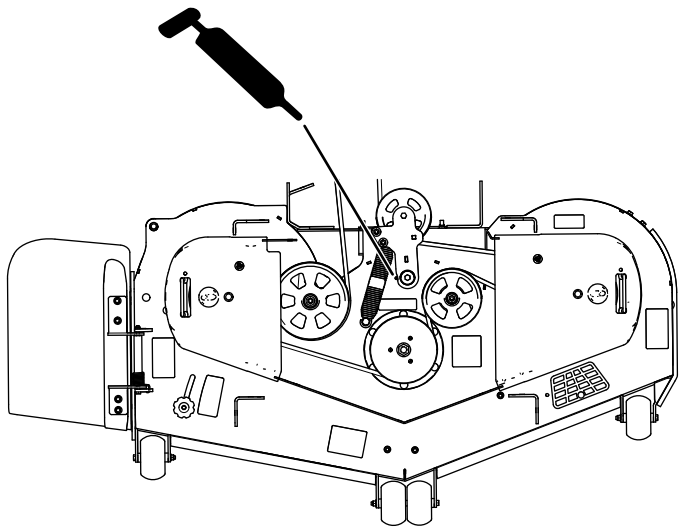

Figure 39
3. Graissez le pivot de la poulie de tension du tablier de coupe jusqu'à ce que la graisse ressorte par le bas (Figure 39).